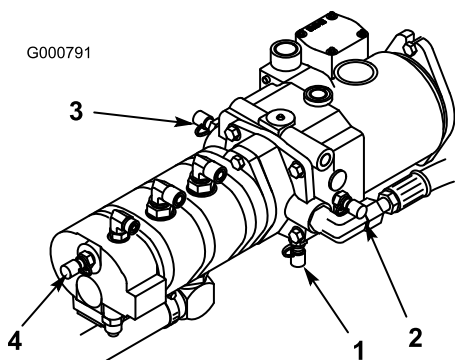

Figura 79
4. Il foro diagnostico D si trova in fondo alla trasmissione idrostatica (Figura 79) e misura la pressione di carica della trasmissione.
5. Il foro diagnostico E misura la pressione di marcia avanti (Figura 79).
6. Il foro diagnostico F misura la pressione di retromarcia (Figura 79).
7. Il foro diagnostico G misura la pressione del circuito dello sterzo (Figura 79).